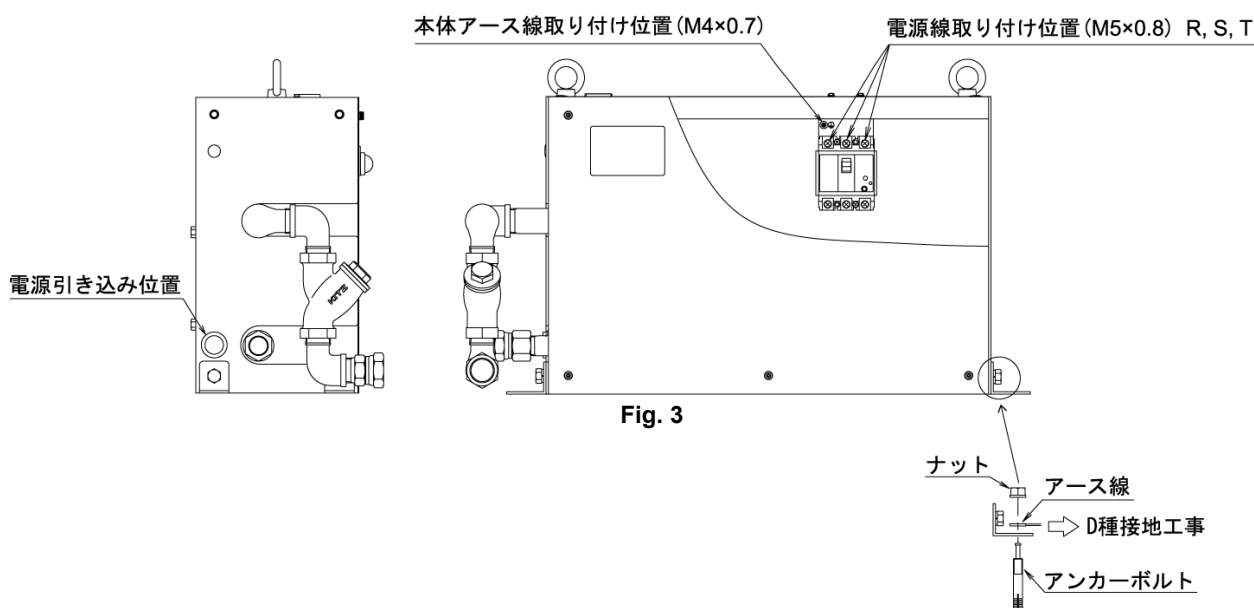

Fig. 3
- 2) 電源取り付け位置に電源線を取り付け、必ず指定箇所からアースを設置してください。（Fig.3）